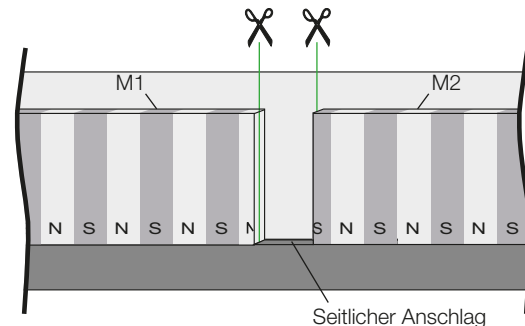
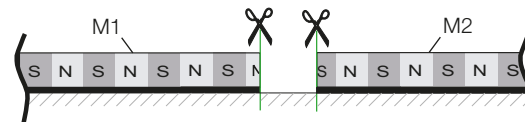

Bild 4-7: Draufsicht Maßkörper
Bild 4-8: Seitliche Ansicht
Die magnetische Linearitätsabweichung an der Stoßstelle ist um so geringer, je kleiner der Abstand zwischen den beiden Maßkörpern ist und je genauer der angereihte Maßkörper positioniert worden ist. Die beiden Enden der Maßkörper an der Stoßstelle gerade abschneiden (Bild 4-7 und Bild 4-8).
1. Der Maßkörper M1 ist bereits aufgeklebt. An der Stoßstelle einen seitlichen Anschlag befestigen, damit der anzureihende Maßkörper M2 genau ausgerichtet werden kann (Bild 4-7).